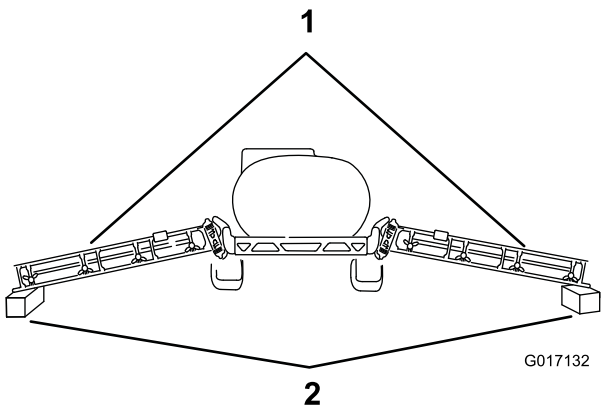

Figure 4
3. Abaissez les sections extérieures de rampe avec précaution sur des blocs de bois d'environ 10 cm de hauteur, comme montré à la Figure 4.